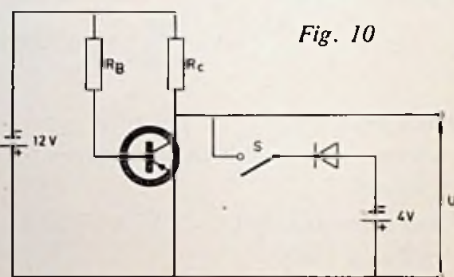
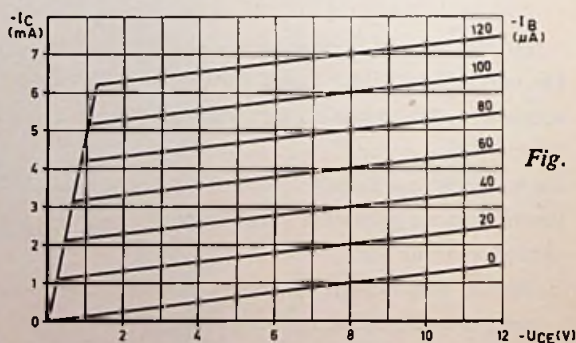

Fig. 10
Fig. 11
- 3 Een transistor is geschakeld volgens fig. 10. De (geïdealiseerde) karakteristieken van de transistor zijn in fig. 11 weergegeven. De spanning tussen de basis en de emitter mag worden verwaarloosd, terwijl de diode ideaal is, d.w.z. de weerstand is oneindig groot in de sperrichting en nul in de doorlaatrichting. $R_b = 300$ k Ω , $R_c = 1\frac{1}{3}$ k Ω . De schakelaar S is aanvankelijk open.
d. De basisstroom blijft $-40 \mu\text{A}$. Uit fig. 11 en fig. 12 zien wij dat de collectorstroom $I_c = -2,5 \text{ mA}$ (werkpunt Q). De stroom in R_c is $(12 - 4)/1^{1/3} = 6 \text{ mA}$. De stroom door de diode wordt $6 - 2,5 = 3,5 \text{ mA}$.